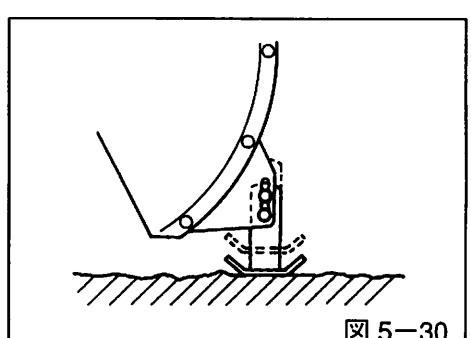

図 5-30
- 整地された路面、アスファルト路面を除雪する場合にはソリの2本のボルトを緩めてソリを上に上げれば、路面スレスレまで除雪ができます。(図5-30参照)